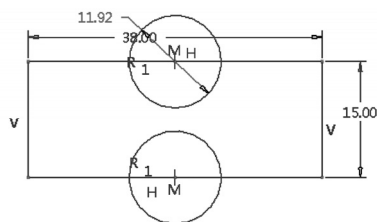

图 2-94 绘制两个半径相等的圆
3) 绘制两个圆。在“草绘”组中单击 (圆心 and 点) 按钮，分别在矩形两条长边的中点处各绘制一个圆，注意两圆的半径相等，如图 2-94 所示。